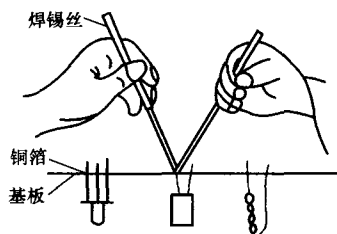

图1-12 点锡焊接方法
(2) 点锡焊接法 把准备好的元器件插入印制电路板的焊接位置。调整好元器件的高度,逐个点涂上焊剂,右手握着电烙铁(采用握笔式),将烙铁头的刃口放在元器件的引线焊接位置,固定好烙铁头刃口与印制电路板的角度。左手捏着焊锡丝,用它的一端去接触焊点位置上的烙铁刃口与元器件引线的接触点,根据焊点的大小来控制焊锡的多少。这种点锡焊接方法必须是左、右手配合,如图1-12所示,才能保证焊接的质量。